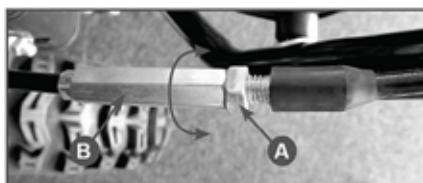

Рис. 32 Регулировка троса включения шнека
Для регулировки троса включения шнека необходимо ослабить контргайку (A) Рис.32 и вращая поводок (B) по часовой или против часовой стрелки установить необходимую длину троса. Затем затянуть контргайку (A).